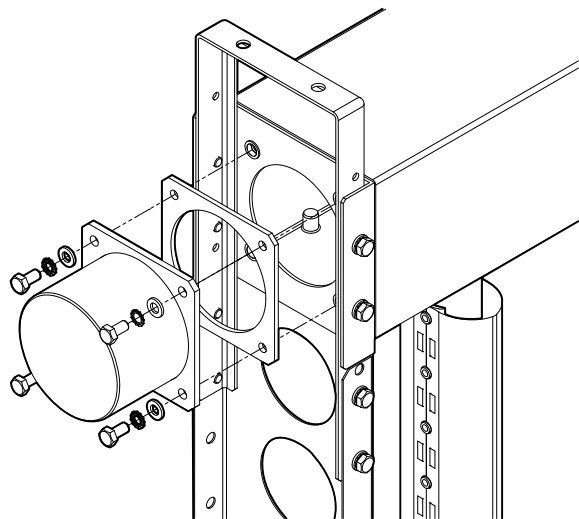

Fig. 2.b
- Fixer l'adaptateur en serrant les vis à 7-8 Nm (5-6 ft lb), en utilisant les éléments de fixation fournis. (Fig.2.b) pour connecter l'adaptateur à la rallonge, utiliser les éléments de fixation inclus dans le kit rallonge pour connecter l'adaptateur.